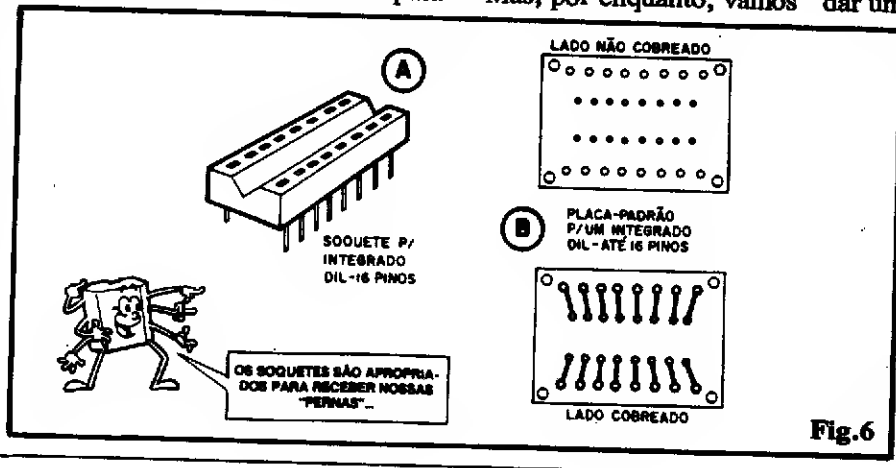

Fig. 6
- FIG. 6 - Para a realização da nossa "MESA DE PROJETOS", o Leitor/"Aluno" necessitará apenas do seguinte:
totalizando 16 pinos (8 de cada lado), dispostos nas mesmas exatas posições e afastamento em que se encontram os pinos de um Integrado "mesmo". Na sua utilização normal, tal peça é soldada (pelos pinos) a uma placa de Circuito Impresso específica, de modo a "receber" (nos seus furinhos) os pinos do Integrado, que assim fica - ao circuito - ligado "sem solda", podendo ser removido, re-inserido, etc., com relativa facilidade. Em termos práticos: além de facilitar a eventual manutenção do circuito, o soquete previne o super-aquecimento danoso aos terminais "diretos" do Integrado durante a eventual soldagem dos contatos (quem "aguenta o calor" são as "pernas" do soquete, não do Integrado!) Já na fig. 6-B vemos a tal plaquinha padronizada de Circuito Impresso, para UM Integrado DIL de 16 pinos (visões pelo lado não cobreado e cobreado, respectivamente...). Essa plaquinha é vendida pronta, a baixo preço, nas boas Lojas de componentes e já costuma vir dotada de furos (nos cantos) para fixação (além, obviamente, dos furos correspondentes às "ilhas" destinadas à recepção e soldagem dos terminais do Integrado ou soquete e de suas ligações externas...). Notem que - como primeira providência, tanto as áreas cobreadas das duas plaquinhas, quanto os terminais (pinos) dos dois soquetes devem ser rigorosamente limpos, usando-se "Bom Bril" (no caso das pistas da placa) e uma lâmina para "raspagem" (no caso dos pinos do soquete). Além disso, nessa fase da